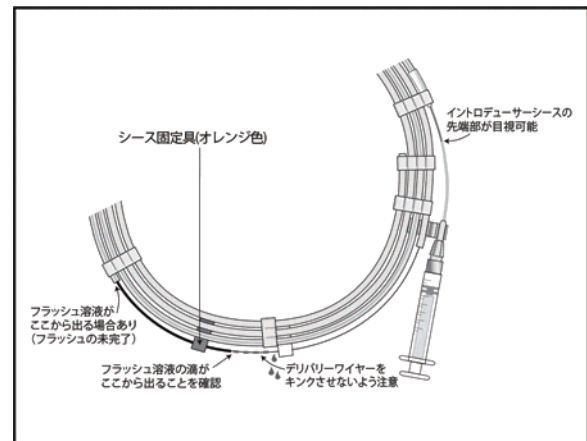

図 2: 灌注/湿潤用フープへのフラッシュ用溶液注入
- e. 図 2 に示すように、生理食塩液の滴が、イントロドューサシースの手元部から出てくることを確認する。ディスペンサーコイルから溶液が多少出てくる場合があるが、これは本品が正しく灌注/湿潤されていない状態である。図 2 に示した位置に、フラッシュ用の生理食塩液の流出が確認できない場合、本品を使用しないこと。